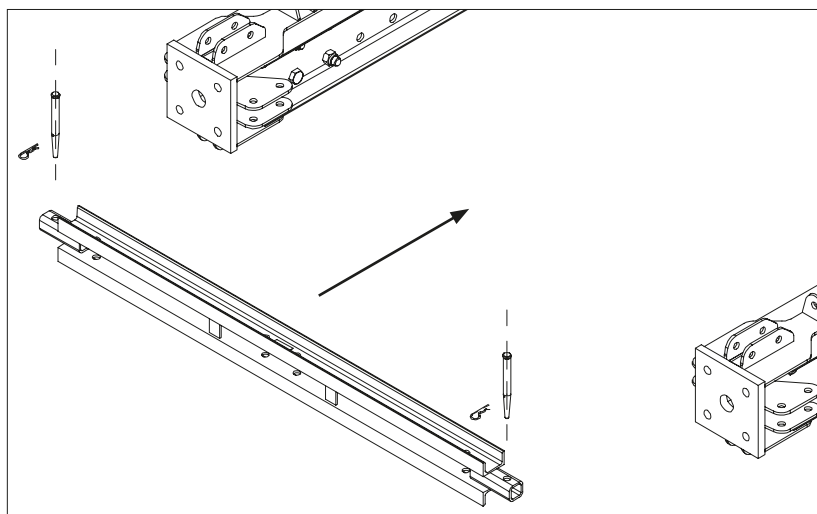

Fig. B3.01b
4. Ripetere l'operazione per tutti i correnti orizzontali VST 200 (**23**). (Fig. B3.01b)